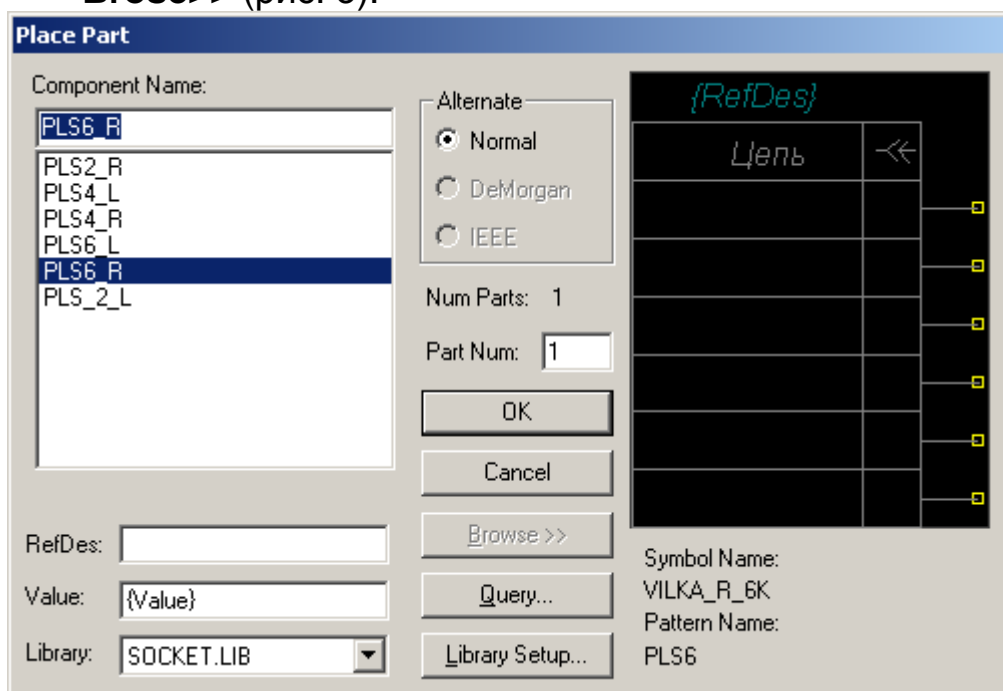

Рис. 3 Выбор элемента из библиотеки
- 3.5 Выберите в окне **Place Part** в поле **Library** библиотеку с разъемами (**socket.lib**). Выделите требуемый разъем в списке. При необходимости можно просматривать символ в добавочном поле, появляющемся при нажатии кнопки **Browse >>** (рис. 3).